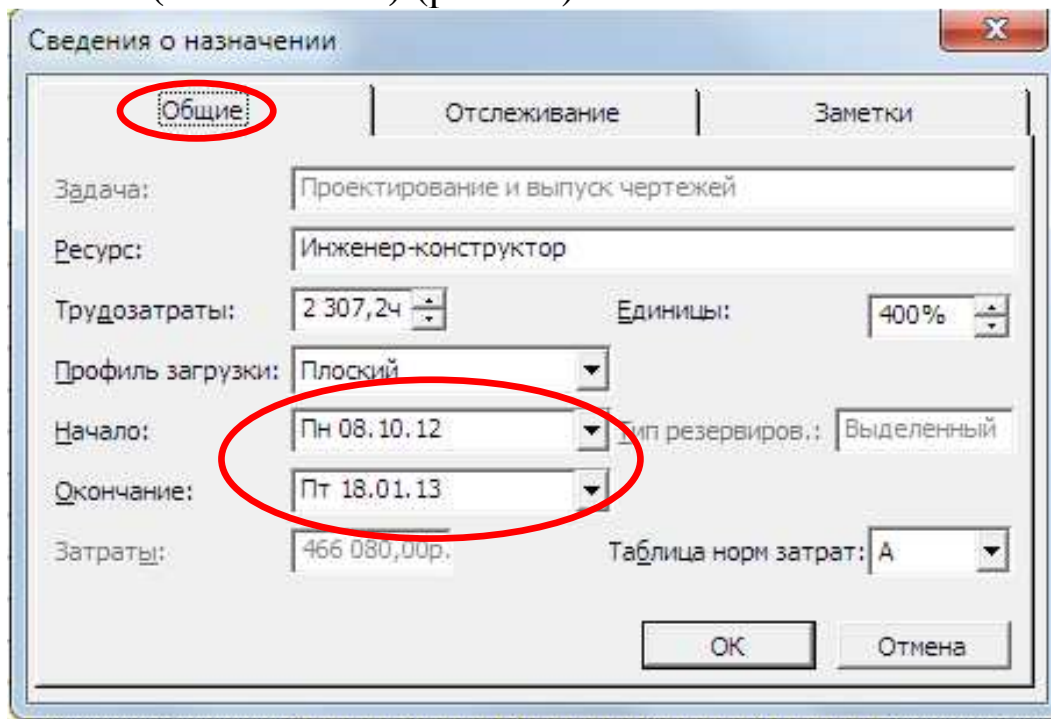

Рис. 11 – Вид диалогового окна **Сведения о назначении (Общие)**
16. Вкладка **General (Общие)** диалогового окна **Assignment Information (Сведения о назначении)** содержит поля **Start (Начало)** и **Finish (Окончание)** (рис. 11).